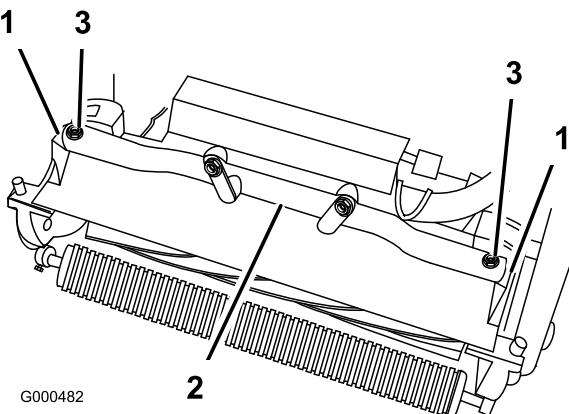

Figura 48
4. Togliete le due viti a testa cilindrica che fissano i bracci girevoli dell'apparato di taglio al tubo del telaio della trattice (Figura 48).
5. Girate in avanti i bracci girevoli (Figura 48) ed appoggiate la trattice sul cavalletto ancorato.